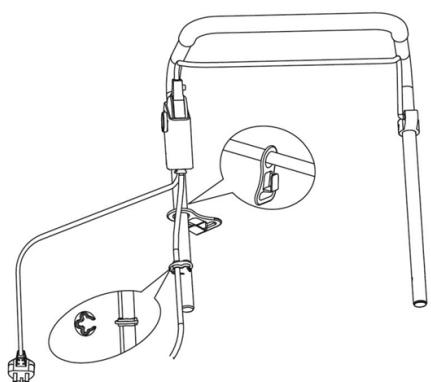
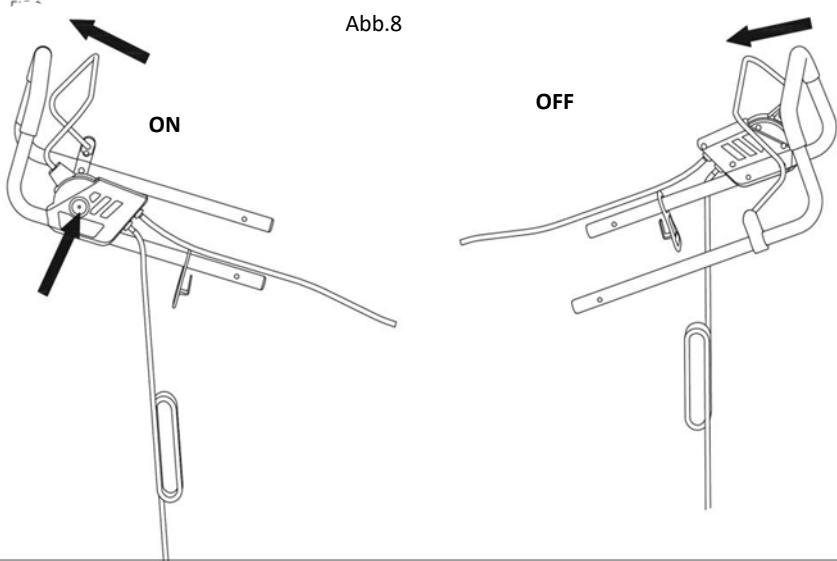

Abb.8
Abb.9.1
11. Ein- und Ausschalten (Abb. 8)
Die Sicherheitstaste (1) rastet in Position ein. (Abb. 8)
Neigen Sie den Griff nach unten, um die Vorderseite des Geräts leicht anzuheben und das Risiko einer Beschädigung des Rasens beim Start zu verringern. Drücken Sie die Sicherheitsverriegelungstaste (1) am Schaltkasten und ziehen Sie, während die Taste noch gedrückt ist, den Schalthebel (2) zu sich. (Abb. 8) Senken Sie die Maschine dann in die richtige Schneidposition ab und beginnen Sie mit dem Vertikutieren. Fahren Sie den Schneidbereich wie in Abb. 9.1 gezeigt ab: Arbeiten Sie von Position 1 in Richtung Position 2 und drehen Sie sich bei Erreichen von Position 2 nach rechts, um in Richtung Position 3 weiterzugehen. Fahren Sie bis zum Ende des Schneidbereichs fort, drehen Sie sich nach links und gehen Sie in Richtung Position 4. Fahren Sie in derselben Weise fort, wie in Abb. 9.1 gezeigt, und arbeiten Sie stets vom Kabel weg.